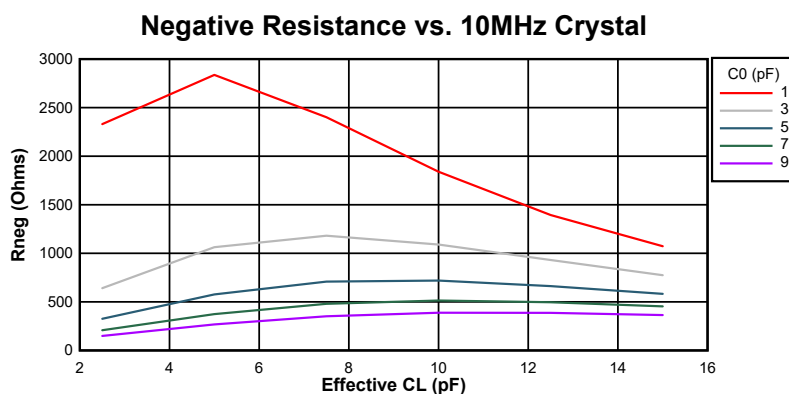
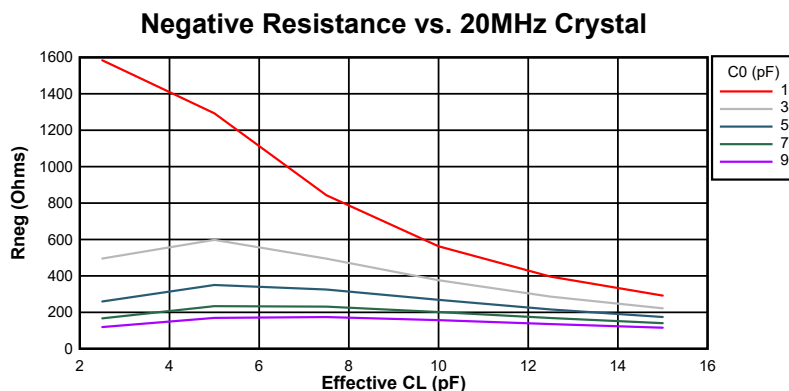

図 6-17. 10MHz 時の負性抵抗変動
図 6-18. 20MHz 時の負性抵抗変動
図 6-17 および 図 6-18 に、このデバイスの負性抵抗と水晶振動子の間の関係の変動を示します。グラフからわかるように、水晶振動子の並列容量 (C0) と実効負荷容量 (CL) は電気発振回路の負性抵抗に大きな影響を及ぼします。これらは代表的なグラフであるため、設計上考慮すべき最小値および最大値については、表 6-5 を参照してください。